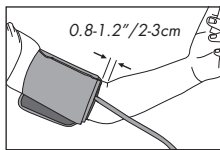

Fig. 5
6. El borde inferior del brazalete debe quedar posicionado aproximadamente a una pulgada sobre la articulación del codo, Fig. 5.